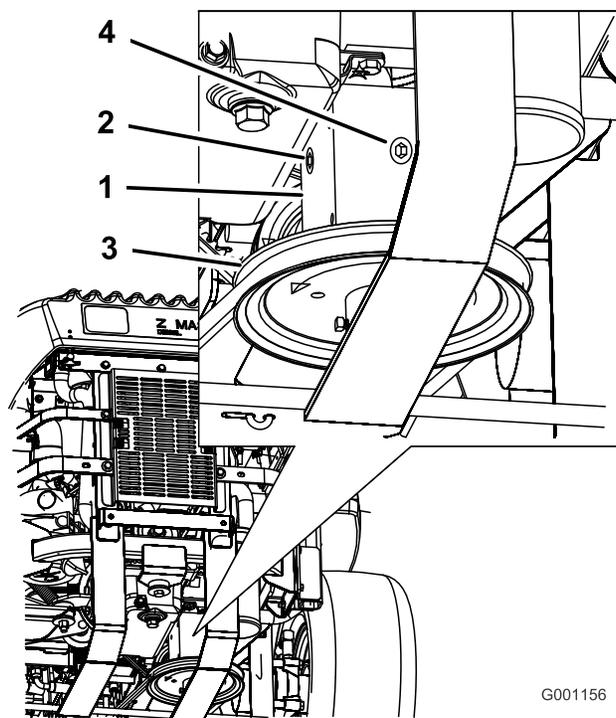

Рисунок 75
- Отверните боковую или заднюю пробку на редукторе (Рисунок 75).